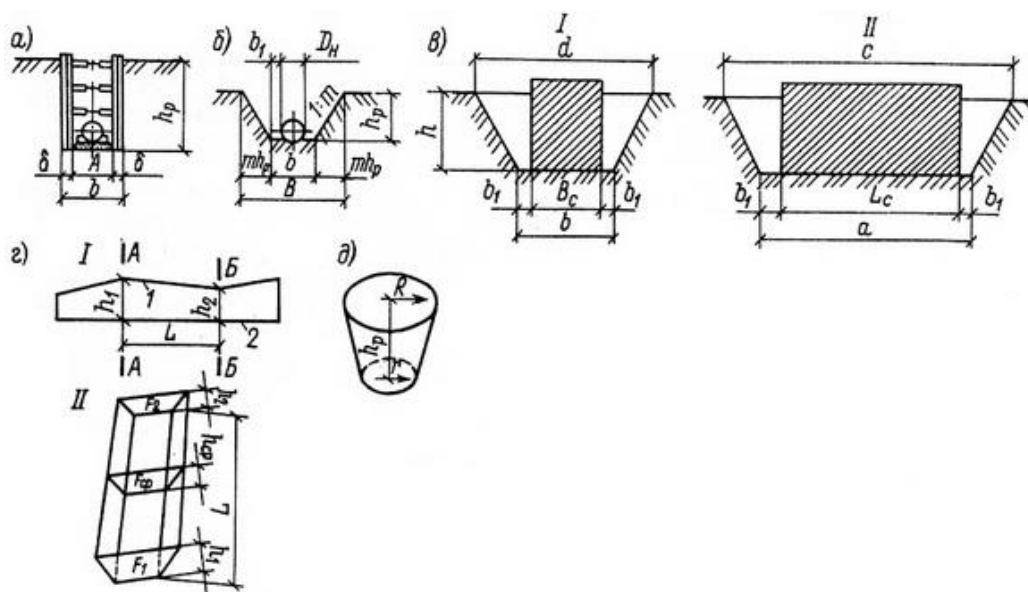

Рисунок 1 - Размеры котлованов
- рисунок 1 Размеры котлованов (рассчитать объем котлована)